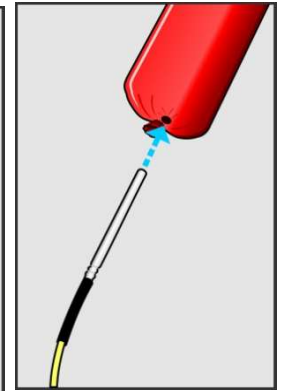

Abb. 4-2
2. Führe den Zünder in das Loch ein. (Abb. 4-2).